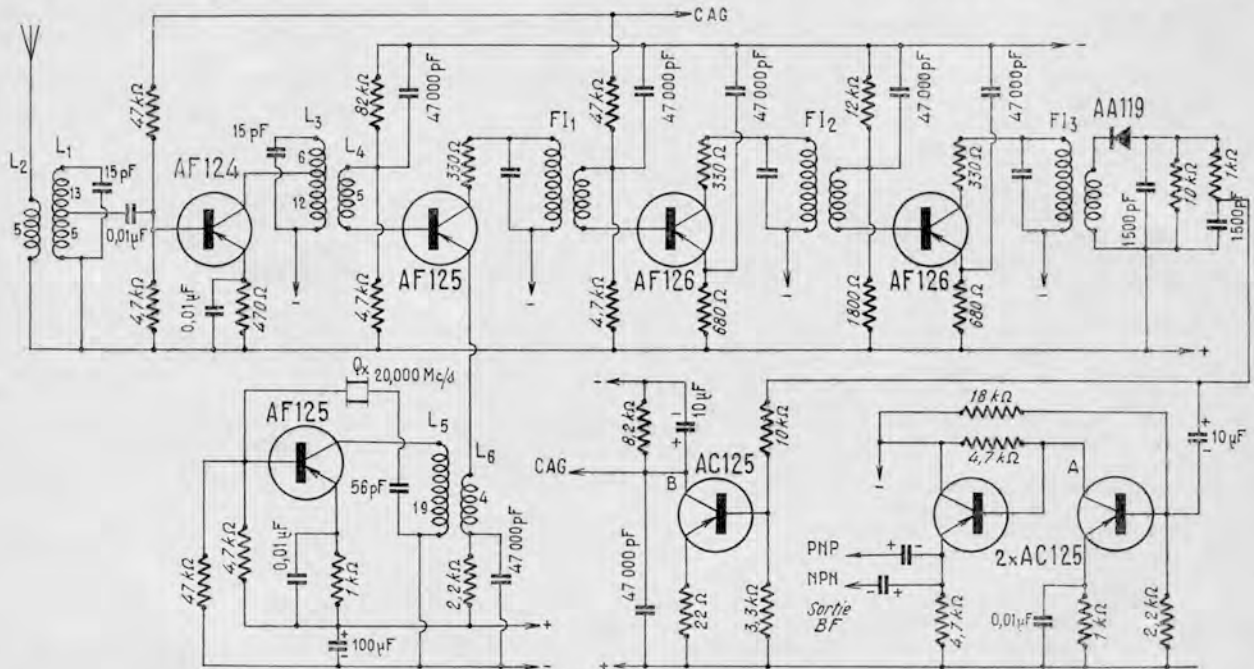

FIG. 6. — Schéma de principe du Super TF.1
1. Le schéma. — Il est très classique dans ses grandes lignes (fig. 6) :